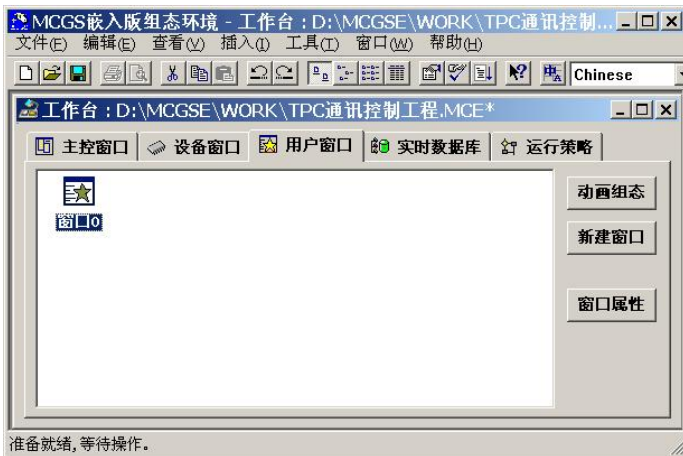

图 4
(1) 在工作台中激活用户窗口，鼠标单击“新建窗口”按钮，建立新画面“窗口0”，如图4所示。